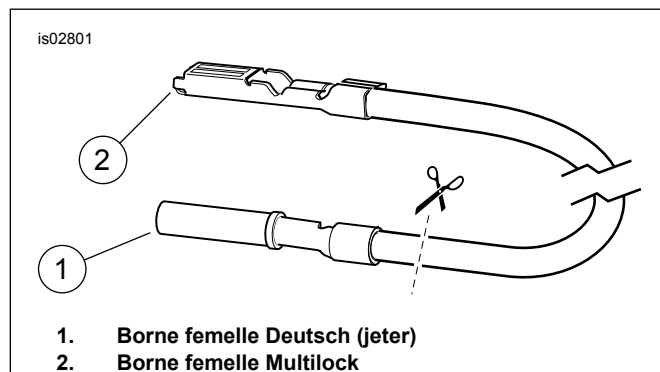

Figure 4. Couper la borne Deutsch du conducteur de l'adaptateur
1. Couper et jeter la borne du conducteur rose (PK) du signal de **faisceau de fils du mini compte-tours**.
- Prendre le fil conducteur d'adaptateur de signal (13) et un connecteur bout à bout scellé (6) du kit. Voir Figure 4. Couper la borne femelle Deutsch du fil conducteur d'adaptateur de signal près de cette borne. Épisser le fil conducteur d'adaptateur de signal au fil conducteur de signal du faisceau de fils du mini compte-tours selon les instructions dans l'annexe du manuel d'entretien.